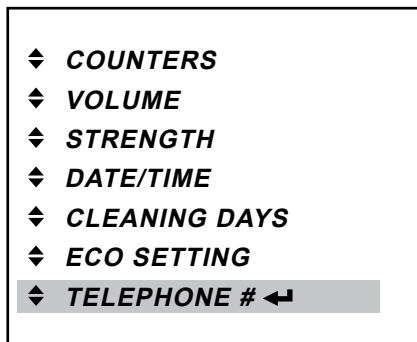

Fig. 44
- Press the enter button ◀ to access the «TELEPHONE #» menu (fig. 44).